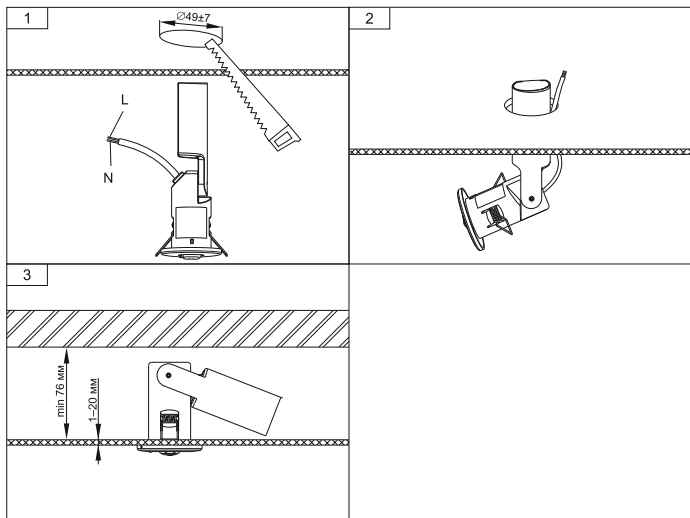
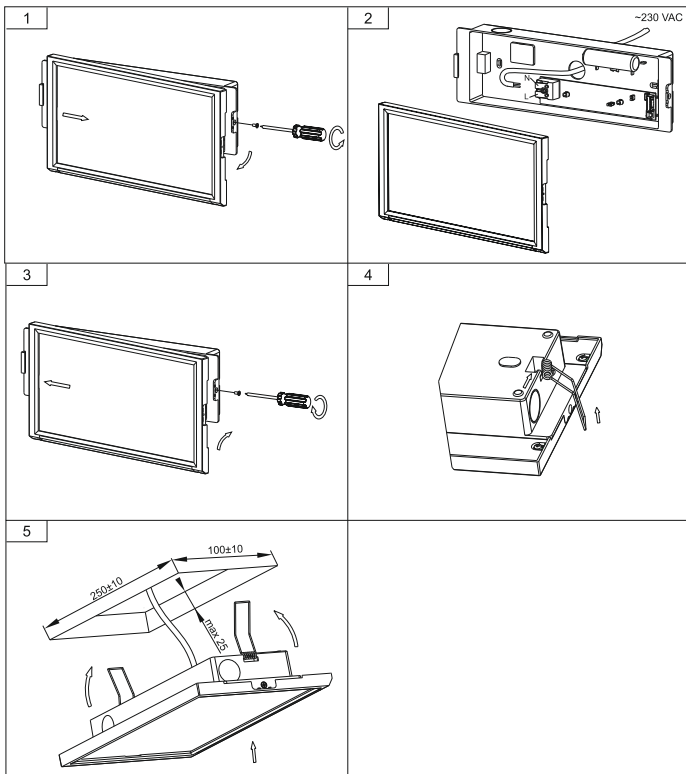

Рисунок 4 – Монтаж ДПА 060
Рисунок 5 – Монтаж ДПА 3000
4.4.2 Для монтажа и подключения светильника ДПА 060 к сети 230 В~ необходимо (рисунок 4):
- подключить сетевой кабель, выведенный из корпуса светильника, к питающей сети согласно цветовой маркировке: коричневый проводник (L) – к фазному проводнику сети, синий проводник (N) – к нейтральному проводнику сети;
4.4.3 Для монтажа и подключения светильника ДПА 3000 к сети 230 В~ необходимо (рисунок 5):
5.3 Замену аккумуляторной батареи ДПА 060 производить следующим образом (рисунок 5):